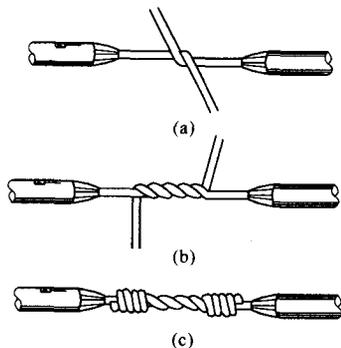

图 1-21 单股铜芯导线的直线连接
(1) 单股铜芯导线的直线连接。连接时，先将两导线线头成 X 形相交，如图 1-21 (a) 所示；互相绞合 2~3 圈后扳直两线头，如图 1-21 (b) 所示；将每个线头在另一芯线上紧贴并绕 5~6 圈，用钢丝钳切去余下的芯线，并钳平芯线末端，如图 1-21 (c) 所示。
(2) 单股铜芯导线的 T 字分支连接。将支路芯线的线头与干线芯线十字相交，在支路芯线根部留出 5mm，然后顺时针方向缠绕支路芯线，缠绕 6~8 圈后，用钢丝钳切去余下的芯线，并钳平芯线末端。如果连接导线截